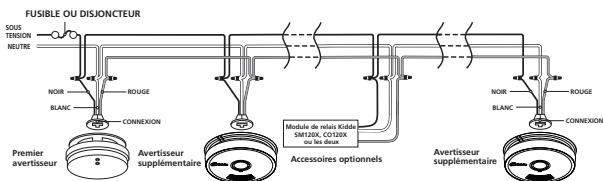

FIGURE 2 Schéma de câblage d'interconnexion
- La figure 2 ci-dessous illustre comment le câblage d'interconnexion fonctionne. Une mauvaise connexion risque d'endommager l'avertisseur, d'empêcher le système de fonctionner ou de causer des chocs électriques.